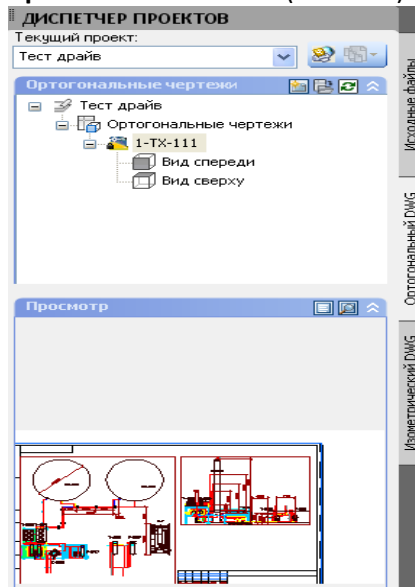

Рис. 129
- Файлы двумерных чертежей хранятся в **Диспетчере проектов** на вкладке **Ортогональный DWG** (Рис. 129).